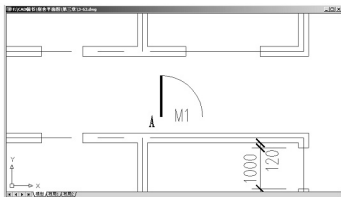

图 3.68 M1 的位置
(3) 在指定起点: 提示下, 参照图 3.68 放置门编号“M1”的位置。